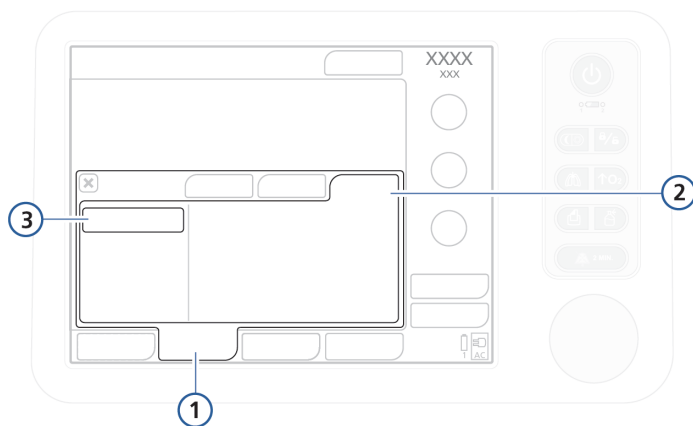

Рисунок 3-8. Окно «Перед. Дан.» 1
2. Выберите «Утилиты» -> «Перед. Дан.» (рис. 3-8), а затем – «Журнал эксп. данных».